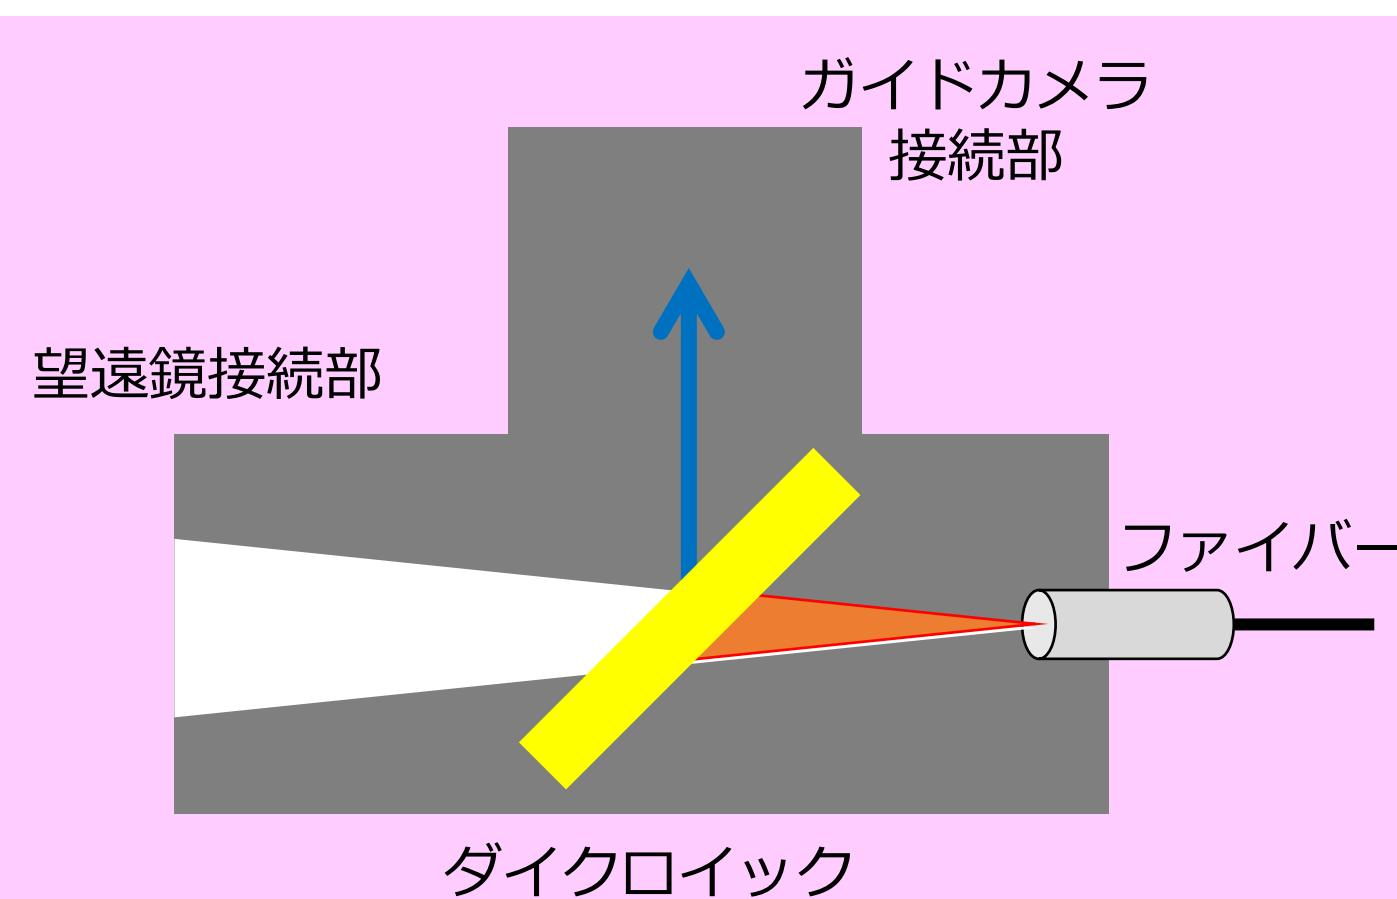

図3. 本研究の装置の光学系
- 本研究では、穴空きミラーの代わりに**ダイクロイックミラー**を用いて、図3のような設計を行なった。